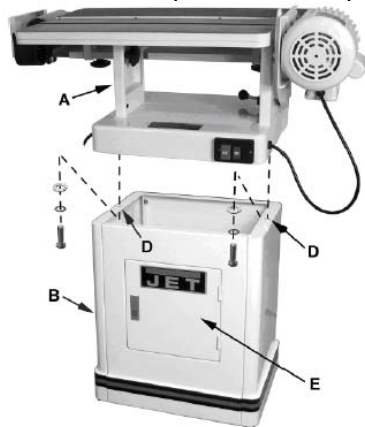

Рис. 2
ВНИМАНИЕ: узел с двигателем и шлифовальной головой имеет массу (A) 95 кг! Будьте осторожны и используйте подходящие вспомогательные средства для подъёма (Рис. 2). Откройте дверцу (E) и закрепите шлифовальный узел 2 шестигранными винтами и шайбами (D).